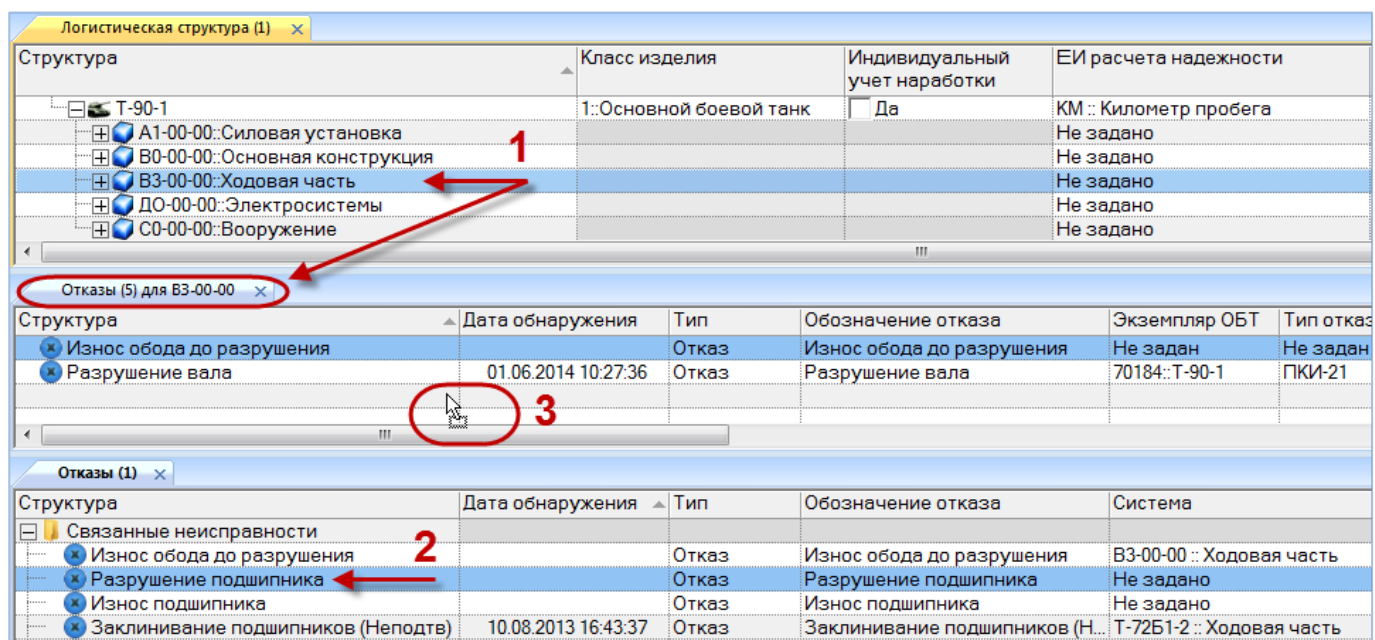

Рис. 26-24 – Переместить неисправность в окно связанных объектов
- 2) Выделить ЛСИ-систему в рабочем окне «Логистическая структура» и открыть окно связанных объектов «Неисправности» для выбранной системы (1 на рис. 26-24).
- 3) Выделить неисправность в рабочем окне «Неисправности» (2 на рис. 26-24).
- 4) Переместить с помощью мыши неисправность в окно связанных с ЛСИ-системой неисправностей – появится подсказка вида «+ Создать связь X объект(ов) в ...» (3 на рис. 26-24). Отпустить кнопку мыши.